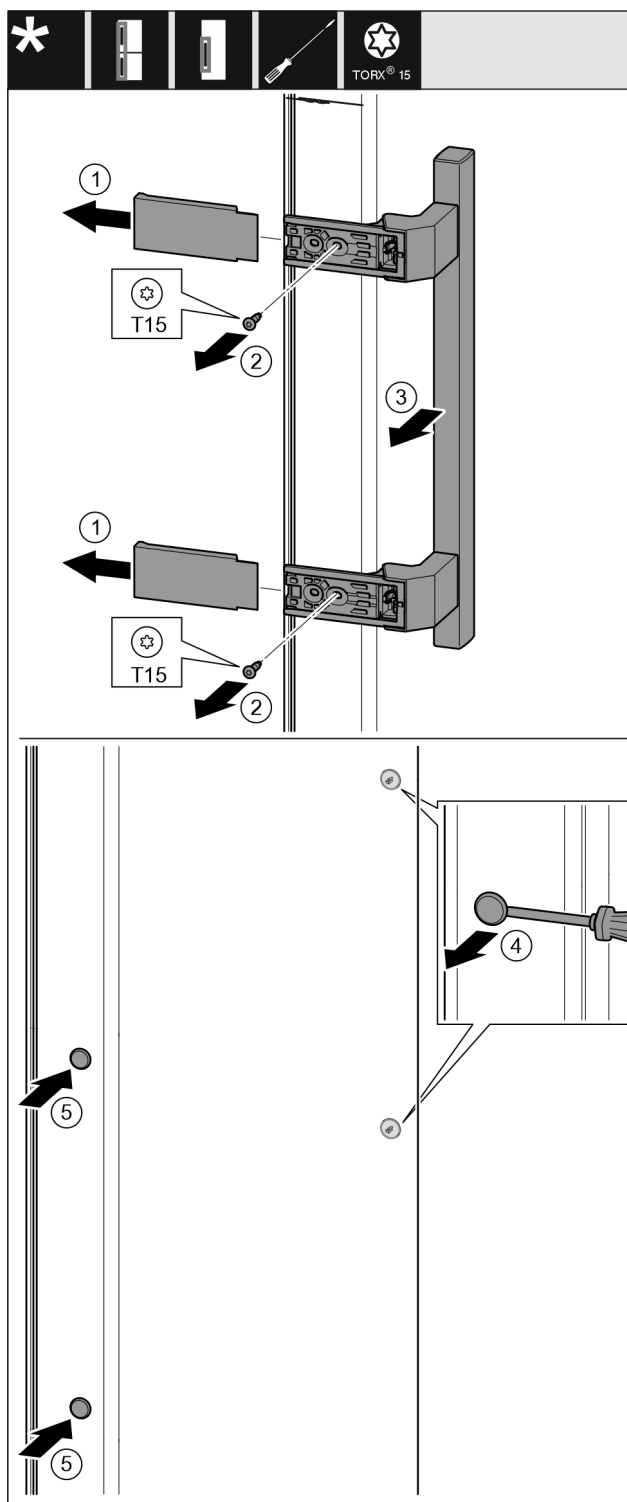

Fig. 37
- Stáhněte kryt. Fig. 37 (1)
- Šroubovákem T15 vyšroubujte šrouby. Fig. 37 (2)
- Sejměte madlo. Fig. 37 (3)
- Postranní zátku opatrně nadzvedněte plochým šroubovákem a vytáhněte. Fig. 37 (4)
- Zátku opět vložte na druhé straně. Fig. 37 (5)